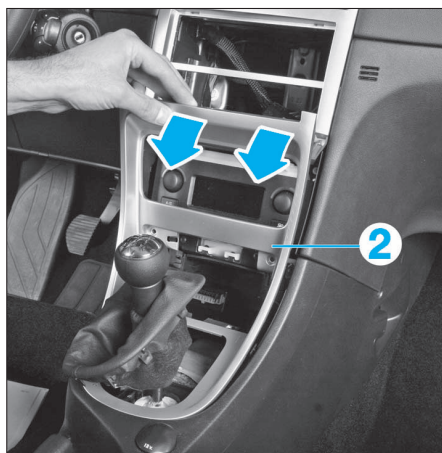

FIG. 23
- Dégrafer la façade inférieure (2) et glisser le soufflet à travers elle pour la déposer (Fig.23).